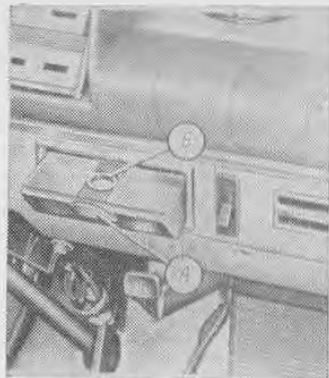

Рис. 1-13. Пепельница: А — выступ; Б — пластина для гашения сигарет
18. Пепельница 18. Для того чтобы открыть ее, нужно нажать вниз выступ А (рис. 1-13). Для очистки пепельницу можно вынуть из гнезда, нажав пластину Б. При установке на место пепельницы радиоприемника ее следует поместить в специальное гнездо, закрытое крышкой 21.